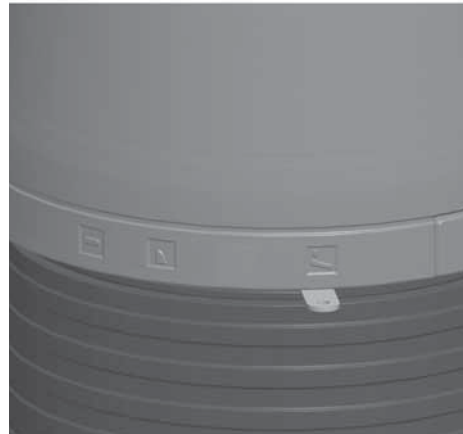

Abb. 4.10 Verbrennungsluftschieber ganz nach rechts geschoben - Verbrennungsluft komplett geöffnet
- Öffnen Sie die Verbrennungsluft komplett - Luftschieber ganz nach rechts ziehen (siehe Abb. 4.10),
- öffnen Sie die Verbrennungsluft nun noch einmal komplett - ziehen Sie den Verbrennungsluft-Schieber komplett nach rechts (siehe Abb. 4.10),